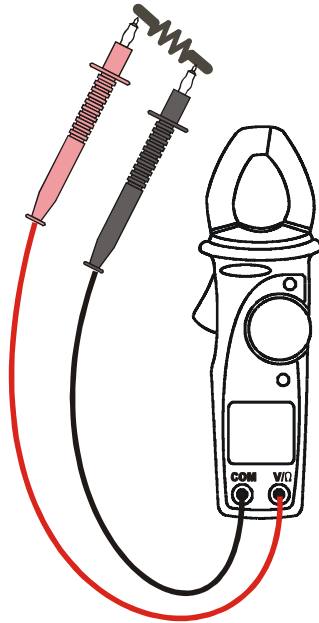

Fig. 8: Uso del instrumento ne la medida de continuidad
2. Conecte las dos puntas de prueba en los terminales de la pinza, la roja en el terminal V/ $\Omega$  y la negra en el terminal COM, como visualizado en Fig. 8.